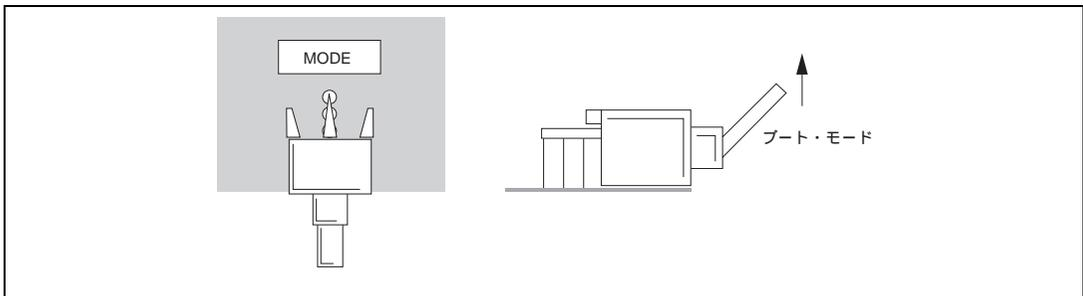

図 4.3 書き込みモード切り換えスイッチ設定方法
- (1) ユーザ実機とアダプタボード、ホストマシンを接続してください。ユーザ実機とアダプタボードの接続方法については「4.1.1 オンボード書き込みの準備」を参照してください。
- (2) ユーザ実機の電源をONにします。次に、アダプタボードの電源を外部から供給する場合は、アダプタボードの電源スイッチをONにします。アダプタボードに電源を供給すると、アダプタボード上のPOWER ON LED（緑）が点灯します。
- (3) アダプタボードのモード切り換えスイッチをブート・モードに設定してください。図4.3に書き込みモード切り換えスイッチ設定方法を示します。